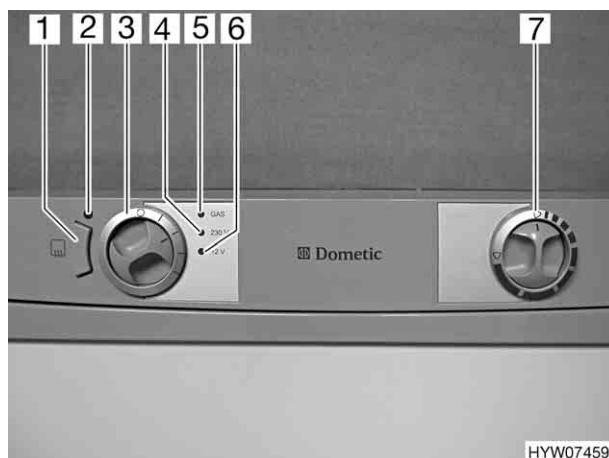

Fig. 99 Elementi di comando del frigorifero
Nel caso di temperature esterne ed umidità dell'aria elevate è possibile che si formino gocce d'acqua sul telaio in metallo del vano congelatore. Per questo motivo il frigorifero è dotato di un riscaldamento nel telaio per il vano congelatore. Nel caso di temperature e umidità dell'aria elevate, accendere il riscaldamento del telaio con il tasto (Fig. 99,1). È possibile così evitare fenomeni di corrosione. Quando il riscaldamento del telaio è acceso, la luce spia è accesa (Fig. 99,2).
- Posizionare il selettore di energia (Fig. 99,3) su "GAS".
- Posizionare il pomello girevole (Fig. 99,7) sulla potenza massima. L'alimentazione di gas è ora aperta. L'accensione avviene automaticamente. È udibile un ticchettio fino a quando procedura di accensione non è stata portata a termine. L'indicazione di funzionamento "GAS" (Fig. 99,5) diventa gialla.
- Posizionare il selettore di energia (Fig. 99,3) su "O". Il frigorifero è spento.
- Posizionare il selettore di energia (Fig. 99,3) su "230 V". L'indicazione di funzionamento "230 V" (Fig. 99,4) diventa verde.
- Impostare la temperatura di refrigerazione con il pomello girevole (Fig. 99,7).
- Posizionare il selettore di energia (Fig. 99,3) su "12 V". L'indicazione di funzionamento "12 V" (Fig. 99,6) diventa verde.